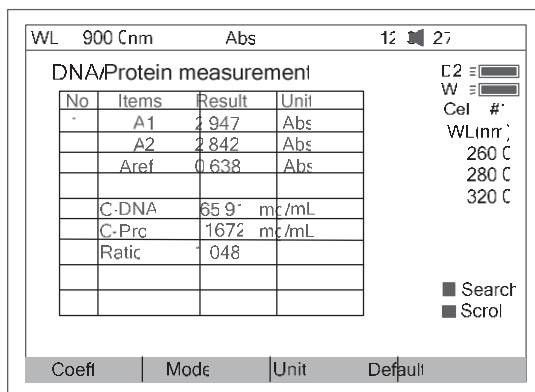

Fig 64
5. Arrastre la cubeta de la muestra hasta la trayectoria del haz de luz, pulse **START/STOP** para medir la muestra. El resultado se mostrará en pantalla (Fig 64).